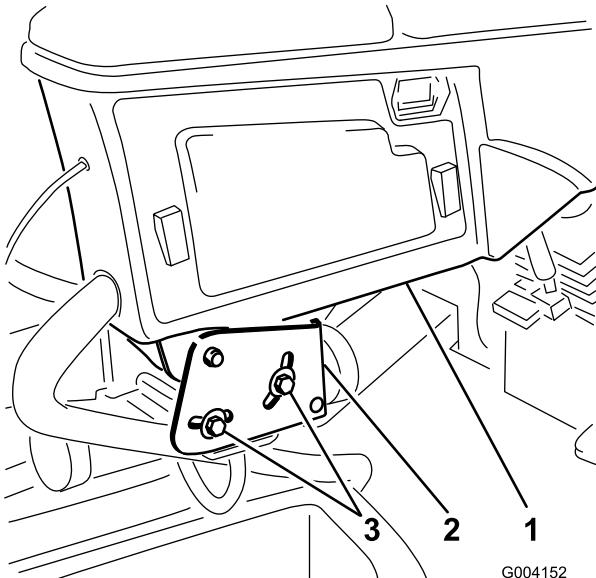

図 3
1. コントロール・アームをリテナ・ブラケットに固定している2本のボルトをゆるめる(図 3)。